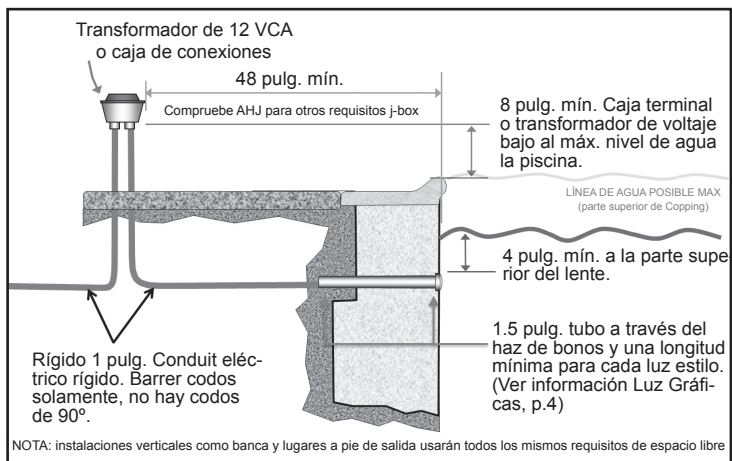

Figura 1. Instalación de la luz LED Jandy® Pro Series con accesorio de plástico estándar de 1.5"
NOTA: El electricista debe completar los pasos de preparación antes de instalar la luz. Véase Figura 1.
1. La caja terminal o el transformador de voltaje bajo debe ubicarse al menos a ocho (8) pulgadas (medidas desde dentro de la parte inferior de la caja terminal o el transformador) por encima del nivel MÁXIMO de agua O al menos cuatro (4) pulgadas por encima del nivel del suelo o el perímetro exterior de la piscina, el que sea mayor. La caja terminal o transformador también debe instalarse al menos a cuarenta y ocho (48) pulgadas (4 pies) del borde de la piscina. Véase la Figura 1.
2. Debe instalarse un accesorio de plástico estándar de 1.5" en la pared/retorno (no incluido) de manera que la parte superior del lente de la luz subacuática se encuentre al menos a 4 pulgadas (10.2 cm) por debajo de la superficie del agua en la piscina. Véase la Figura 1.